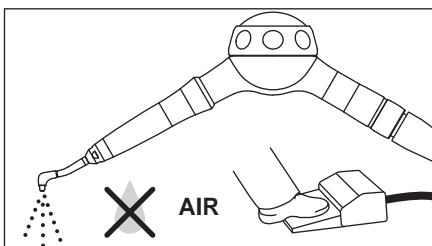

図 6
- ②エアーのみで空運転し、ノズルの中のパウダーを排出します。（図6）